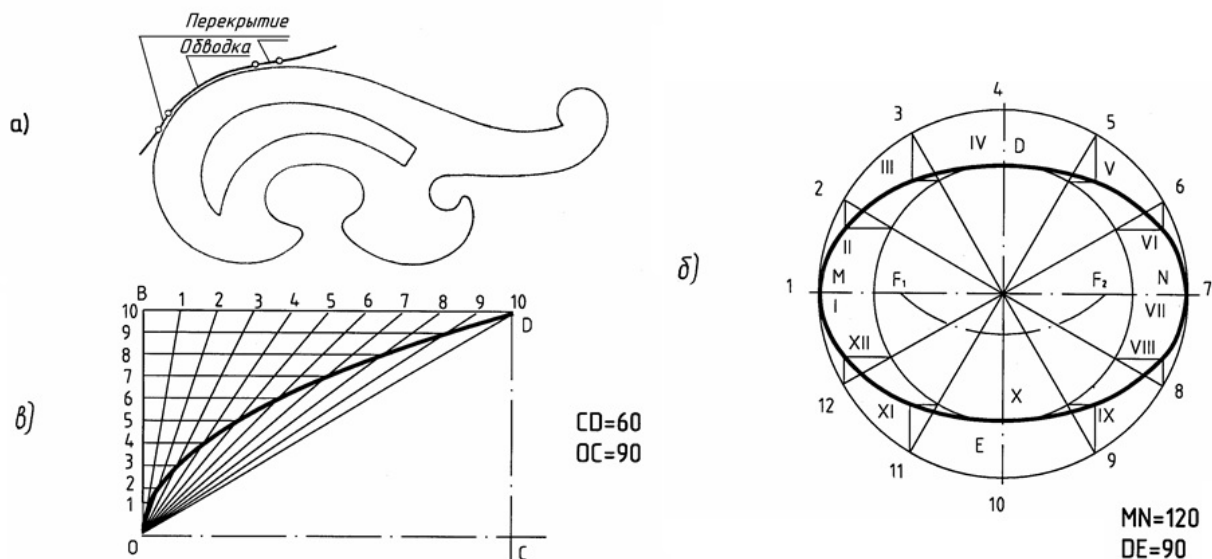

Рис. 21. Построение эллипса
Обычно при построении лекальной кривой, зная закономерность ее образования, на чертеже наносят ряд принадлежащих ей точек, которые затем соединяют плавной линией при помощи лекала. Обратите внимание, что прежде чем обводить кривую по лекалу, следует наметить от руки форму кривой. Подбирая положение лекала, возможно плотнее прилегающее к данной кривой, обводят не весь участок, а только часть его (рис. 21, а). Необходимо, чтобы новое положение лекала несколько перекрывало предыдущее.
**Эллипс.** Пусть даны размеры большой MN и малой DE осей эллипса (рис. 21, б).
**Парабола.** Пусть даны вершина параболы  $O$ , одна из точек параболы  $D$  и направление оси  $OC$  (рис. 21, в). На отрезках  $OC$  и  $CD$  строят прямоугольник, стороны этого прямоугольника  $OB$  и  $BD$  делят на одинаковое число равных частей и нумеруют точки деления. Вершину  $O$  соединяют с точками деления стороны  $BD$ , а из точек деления отрезка  $OB$  проводят прямые, параллельные оси. Пересечение прямых, проходящих через точки с одинаковыми номерами, определяет ряд точек параболы.